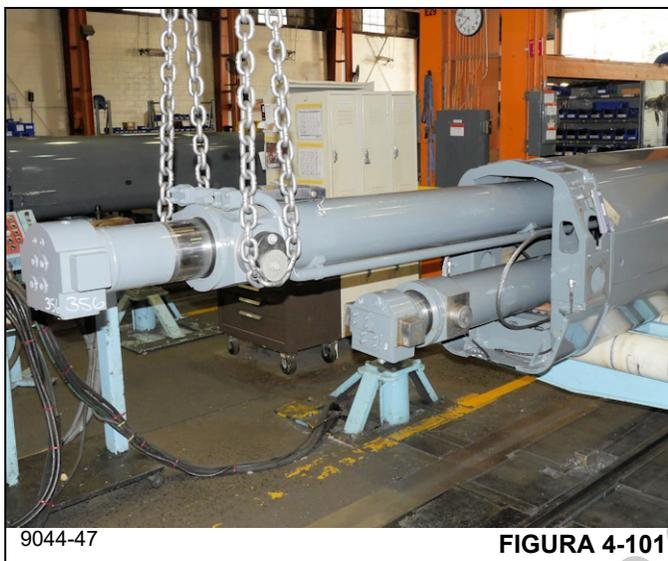

FIGURA 4-101
50. Corte a braçadeira de plástico que mantém juntos os dois cabos de retração (7) acima do cilindro telescópico nº 2 (501).
51. Instale os pinos (213) e as arruelas pesadas grandes (J) nos lados esquerdo e direito dos furos dos olhais inferiores do cilindro telescópico nº 2 (501) (consulte a Figura 4-100). Usando um guindaste e correntes adequados, eleve o cilindro telescópico nº 2 pelos olhais (consulte a Figura 4-101).